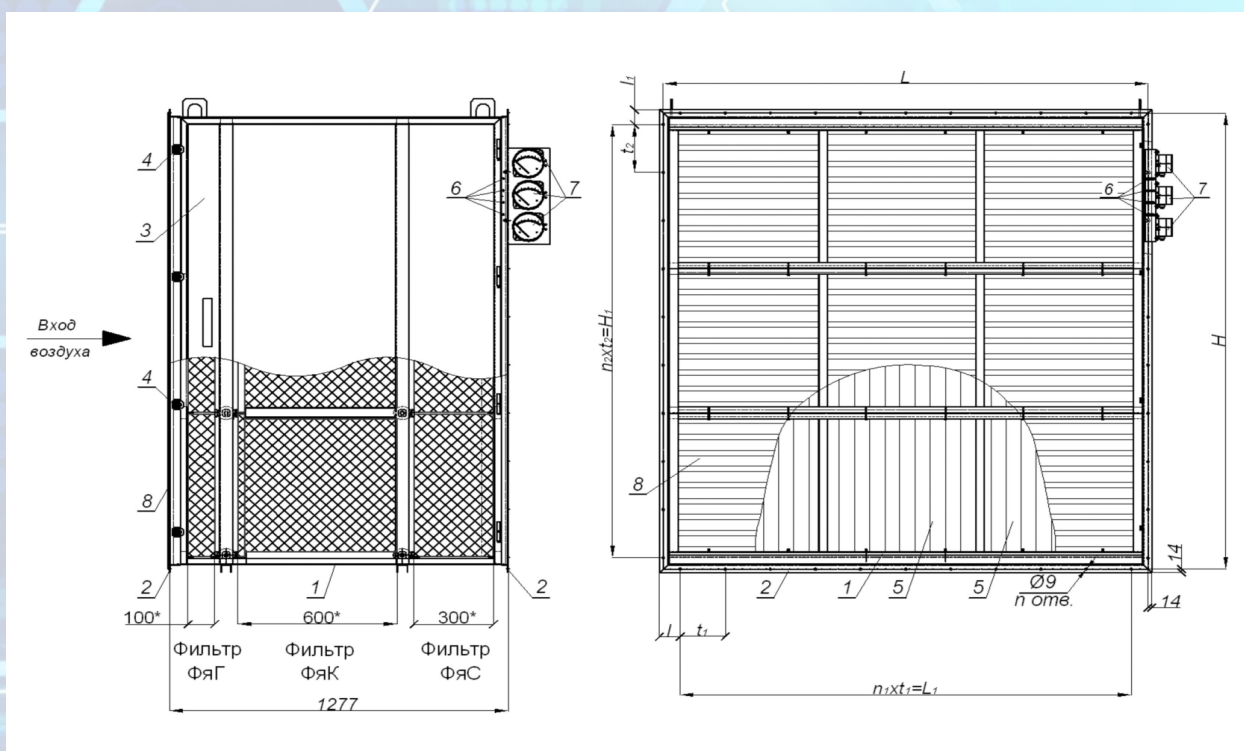

Рис. 1 Схема секции воздушных фильтров ССФ-В3
На рис. 1 и 2 представлено одно из возможных решений секции воздушных фильтров ССФ-В, включающее трехступенчатую систему очистки. Данная схема является наиболее распространенной, когда в качестве финишной очистки требуется применение НЕРА фильтров H10÷H14 классов.
Секция воздушных фильтров (рис. 1) состоит из металлического корпуса (1), имеющего на входе и выходе сварные фланцы (2), для присоединения к фланцам вентиляционных систем, посредством болтовых соединений через уплотнительную резину. На боковой стороне корпуса ССФ-В имеется дверь (3), закрываемая с помощью прижимов (4). Герметизация соединения двери с корпусом осуществляется за счет установки специального уплотнения. Дверь может располагаться справа или слева по ходу движения воздуха по техническому заданию заказчика. Для защиты от атмосферных осадков, в случае установки на улице, на входе в секцию ССФ-В, может быть установлена наружная вентиляционная решетка (8).
В процессе эксплуатации секции ССФ-В следует контролировать аэродинамическое со-противление фильтров по показаниям приборов регистрации, присоединенных к штуцерам (6) (рис.1).